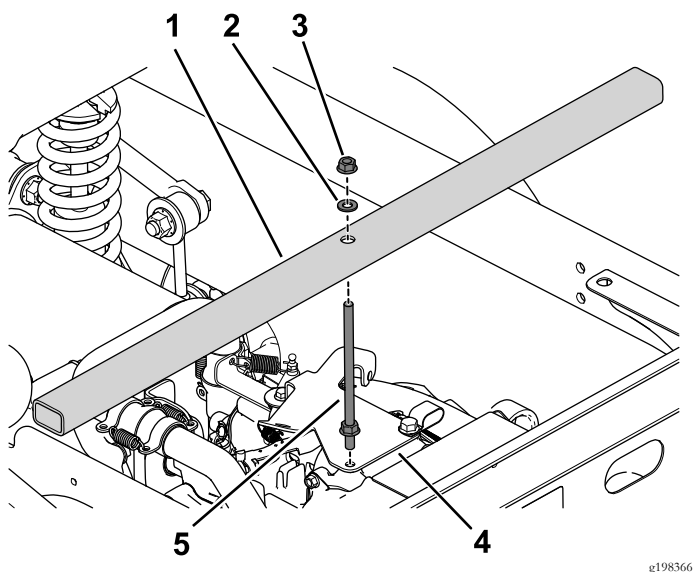

Figure 13
1. Retirez le boulon à embase du support d'accélérateur (Figure 13).
2. Utilisez les 2 écrous à embase, la rondelle et la tige filetée pour installer la barre de support sur le moteur (Figure 13).